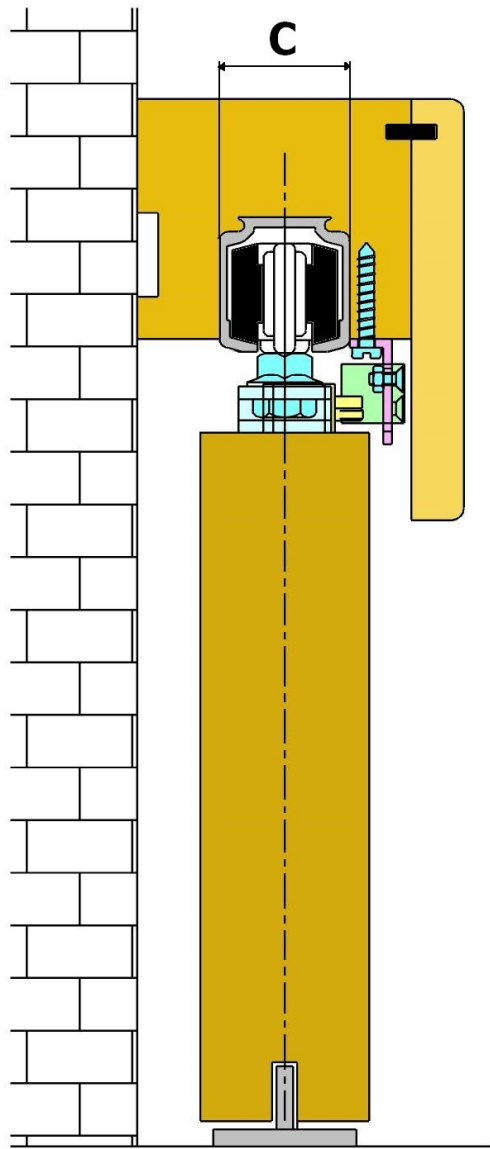
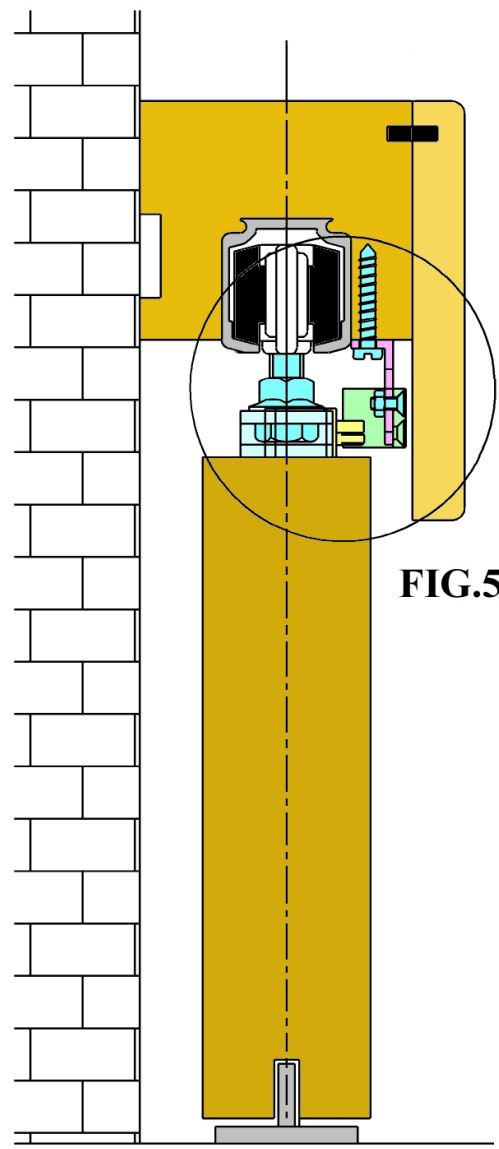

Fig. 3 Regolazione con altezza minima
Fig. 4 Regolazione con altezza massima
- Regolare l'altezza del dente in nylon in modo che agganci entrambi i denti in plastica del pistone senza toccare il bordo superiore dell'anta (vedere Fig.3) e 4)). Serrare il dado in modo da fissare in posizione il dente di nylon.
- Regulate the height of the tooth in nylon so to hook the plastic teeth of the piston without hit the superior hem of the door (see Fig. 3 e Fig. 4). Tighten the locknut M3 so to fix in position the tooth in nylon.
Régler l'hauteur du dent en nylon afin d'accrocher les deux dents en plastique du piston sans toucher le bord supérieur de la porte (voir Fig. 3 et 4). Serrer l'écrou M3 en manière de fixer en position le dent en nylon.